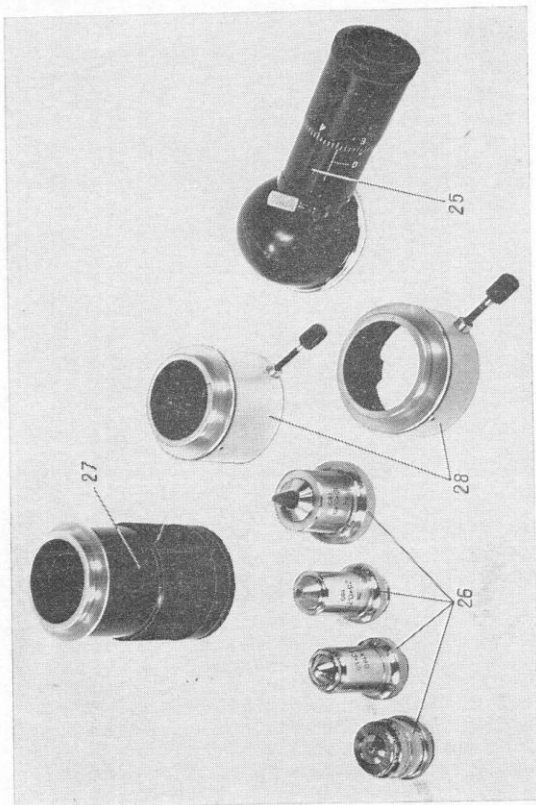

Рис. 8
На рис. 8 показаны монокулярная насадка 25, контактные объективы 26, фокусирующая втулка 27 для фотографирования с серийно выпускаемыми микрофотонасадками МФН-12 (МФН-7 или МФН-8) и две дополнительные втулки 28 к фокусирующей втулке 27.
Снимите со штатива микроскопа тубус, установите на его место осветитель, вставьте в верхнее гнездо головки 13 (см. рис. 6) монокулярную насадку 25 (см. рис. 8), зажмите винт 29 (см. рис. 6), после чего вставьте в тубус окуляр из комплекта микроскопа.
7.2.1. Ввинтите люминесцентные объективы, рассчитанные на длину тубуса 160 мм, в револьвер микроскопа, введите в ход лучей ахроматическую линзу, вдвинув в корпус до упора рукоятку 23 (см. рис. 6); отожмите винт 30 (см. рис. 8), выдвиньте тубус монокулярной насадки 25 до риски и зажмите его винтом 30.
7.3.1. Осторожно ввинтите контактные объективы 26 (см. рис. 8) в револьвер микроскопа. Выведите из хода лучей ахроматическую линзу, выдвинув из корпуса рукоятку 23 (см. рис. 6). Отожмите винт 30 (см. рис. 8), вдвиньте тубус монокулярной насадки до упора и зажмите его винтом 30.
вместо монокулярной насадки 25 (см. рис. 8) фокусирующую втулку 27 так, чтобы корпус с насечкой находился внизу, и закрепите ее винтом 29 (см. рис. 6).
При исследовании и фотографировании поверхностных слоев ткани необходимо установить дополнительно втулку 28 (см. рис. 8) между штативом микроскопа и фокусирующей втулкой 27. Установившая низко или высокую втулку, можно варьировать глубину просмотра ткани (по отношению к просматриваемой поверхности ткани).
7.4.3. Подведите к исследуемому органу контактный объектив и сфокусируйте микроскоп на интересующий слой ткани с помощью монокулярной насадки 25 (см. рис. 8) или с помощью фокусирующей втулки 27, руководствуясь вышеизложенной методикой настоящего раздела.